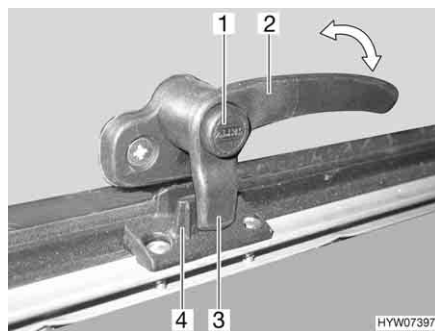
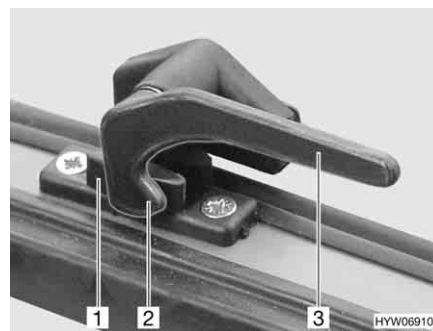

Bild 62 Låsarm med låsknapp i läget "stängt"
Bild 63 Låsarm i läget "stängt"
- Tryck på låsknappen (Bild 62,1) om sådan finns och håll den nedtryckt.
- Sväng låsarmen (Bild 62,2 eller Bild 63,3) ett kvarts varv mot fönstrets mitt.
- Sväng låsarmen (Bild 62,2 eller Bild 63,3) ett kvarts varv mot fönsterkarmen. Låsspaken (Bild 62,3 eller Bild 63,2) på låsarmen sitter helt på fönsterlåsets insida (Bild 62,4 eller Bild 63,1).
- I läget "helt stängt" (Bild 62 och Bild 63)